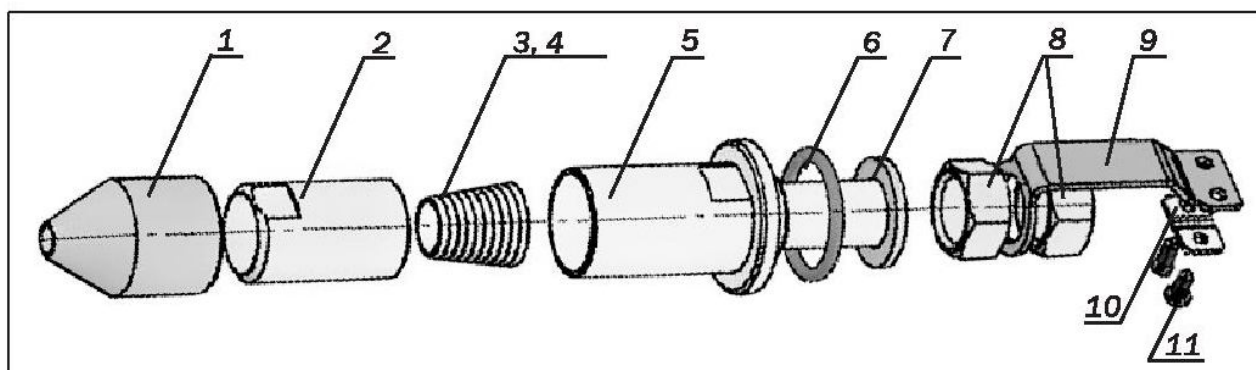

Рисунок II-2 – Узел ввода диэлектрического ОК в муфту МОПГ-М
2.11. Узел ввода кабелей с силовыми элементами из синтетических нитей и стеклопластиковых прутков унифицирован по большинству применяемых деталей. **Отличие заключается в конструкции детали “конус внутренний” (поз.3;4, рисунок II-2): для кабелей с силовыми элементами из стеклопругков на конусе выполнена кольцевая канавка, а для кабелей с силовыми элементами из синтетических нитей конус гладкий.**
4.1.1 Разрезать наконечник (поз.1, рисунок II-2) вдоль оси на 5-10 мм крест-накрест (см.рисунок 2).
мм, для увеличения его надвинуть трубки ТУТ 16/5), наконечник (поз.1, рисунок II-2), гайку внутреннюю (поз.2, рисунок II-2) (см.рисунок 3).